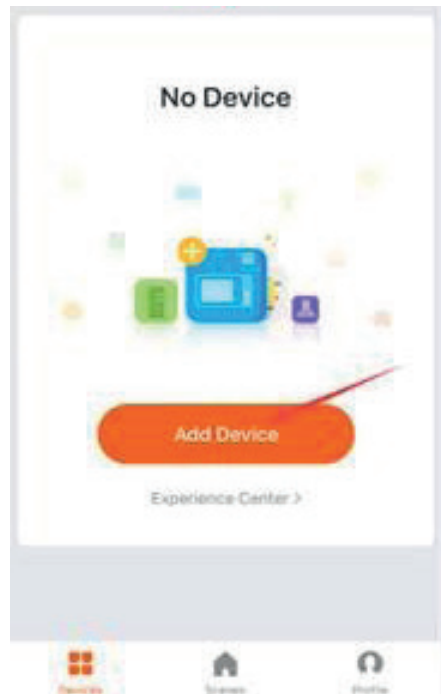

imagen 1
4. Encienda el producto y asegúrese de que se encuentra en un entorno con cobertura WIFI. La luz indicadora de WIFI parpadeará rápidamente. Si la luz indicadora no parpadea rápidamente, pulse el botón "📶" durante 5 segundos y, a continuación, vaya a la aplicación y pulse "Añadir dispositivo" en la parte inferior, como se muestra en la imagen 1.